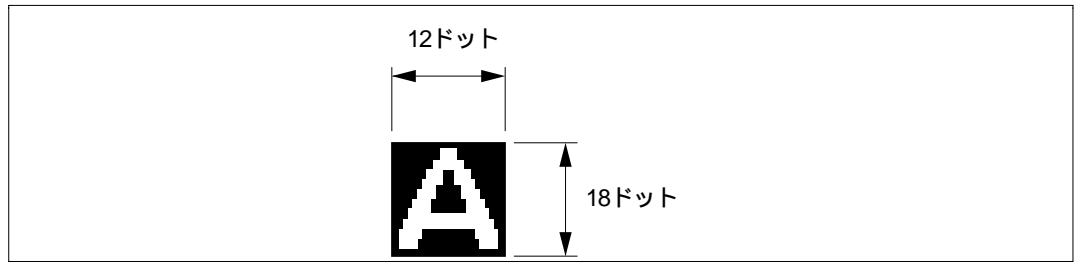

図 15.1 カーソル表示例
*3 12 × 18 ドットの 1 文字の背景部分を黒（縁取りの輝度レベル）とします。スーパーインポーズ時、ブルーバック時とも使用可能です。文字色は白（文字の輝度レベル）です。カーソル表示例を図 15.1 に示します。
BL/CR ビットは、OSD レジスタ 4 (OSDR4) のビット 1 (DSPM1) により、プリンキングまたはカーソル表示の ON / OFF を指定します。カーソル表示の表示例は、図 15.1 のカーソル表示例を参照してください。